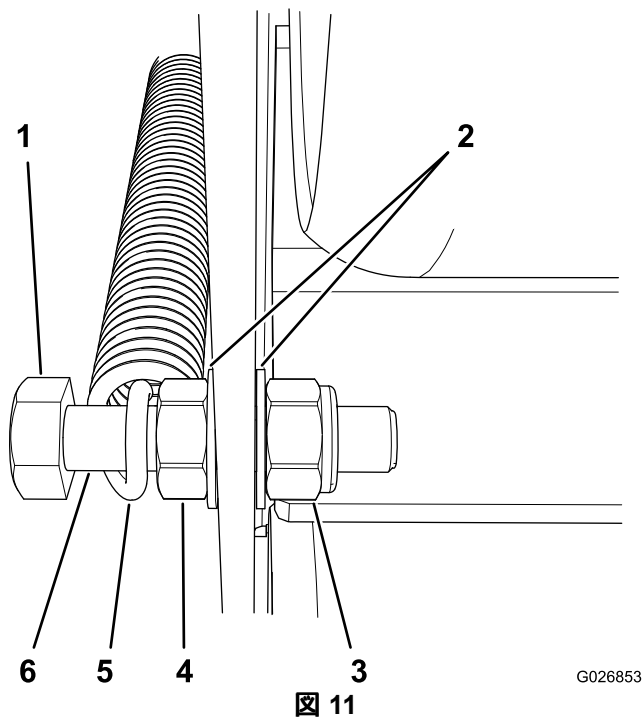

図 11
11. 2 スプリングのそれぞれを、ステアリングヘッドに取り付ける先ほど外したボルト・ナット類を使用する 図 11を参照。